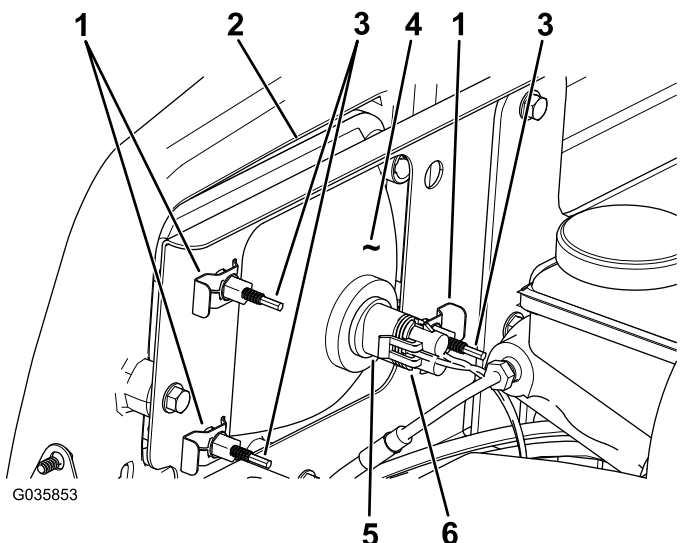

図 42
3. ランプアセンブリのコネクタから、ハーネス用のコネクタを外す 図 42。
4. ヘッドライトをヘッドライトブラケットに固定しているスピードクリップを外す 図 42。
5. ヘッドライトアセンブリ全体を前に押出して、前バンパーから外す 図 42。
6. 取り付け穴に新しいヘッドライトを取り付ける 図 42。
8. ハーネス用のコネクタを、新しいランプアセンブリのコネクタに接続する 図 42。
2. ヘッドライトアセンブリの裏側部分にある調整ねじ 図 42を回してヘッドライトアセンブリの角度を変えてビームの方向を調整する。